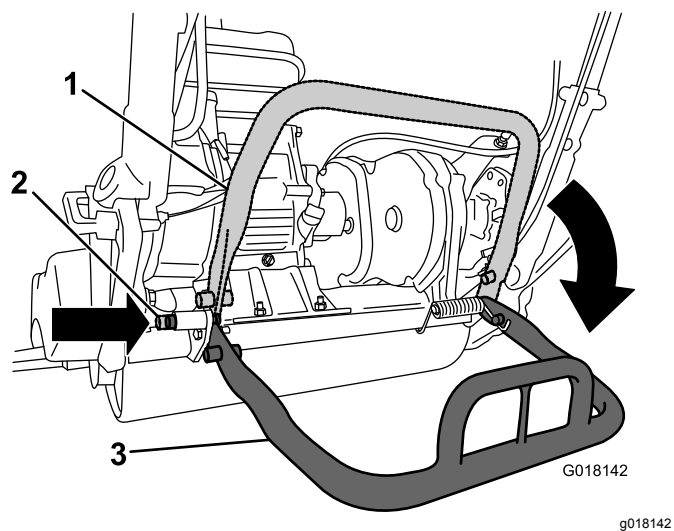

图5
2. 放下支撑架并推入锁定销将支撑架锁定在维修位置 图5。机器可以停放在锁定的支架上。